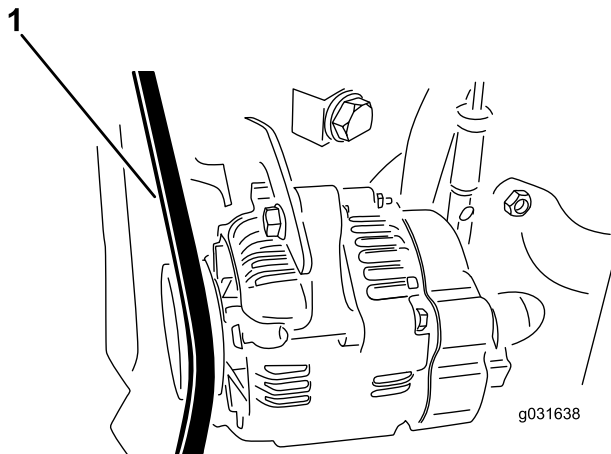

Figura 73
4. Aplique una fuerza de 30 N (22 pulgadas-libra) a la correa del alternador, en el punto intermedio entre las poleas (Figura 73).